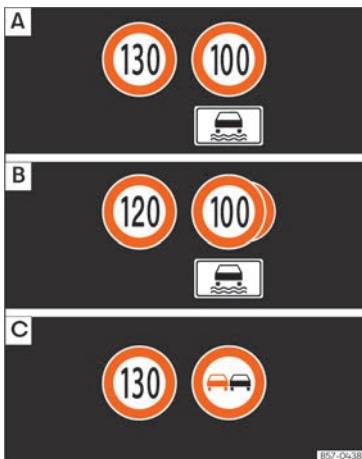

Abb. 10 Display im Kombi-Instrument: Beispiele für erkannte Geschwindigkeitsbeschränkungen oder Überholverbote mit ihren zugehörigen Zusatzzeichen.
Die vom System erkannten Verkehrszeichen werden am Display des Kombi-Instruments **>>>** (Abb. 10) und je nach installiertem Navigationssystem auch im Infotainment-System angezeigt.
Nach Überprüfung und Auswertung der Informationen der Kamera, des Infotainment-Systems sowie der aktuellen Fahrzeugdaten werden im System bis zu drei aktuelle Verkehrszeichen **>>> [Abb. 10] B** mit den entsprechenden Zusatzinformationen angezeigt.
- **Erste Stelle:** Das für den Fahrer gegenwärtig gültige Verkehrszeichen wird auf dem Display links angezeigt. Zum Beispiel die Geschwindigkeitsbegrenzung 130 km/h (100 mph) **>>> [Abb. 10] A**.
denes Geschwindigkeitsgebot, wird das Überholverbotschild an zweiter Stelle angezeigt **>>> [Abb. 10] C**.